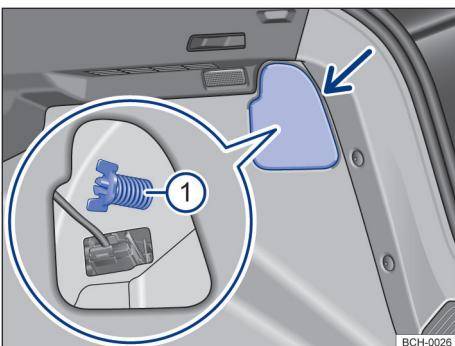
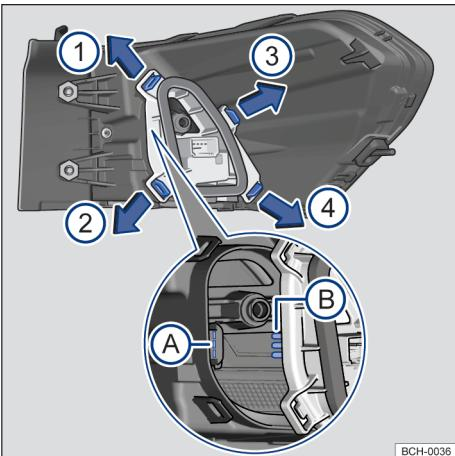

Fig. 161 No compartimento de bagagem: desinstalar cobertura e retirar o parafuso borboleta (1) (lupa).
Fig. 162 Lanterna traseira: desinstalar o suporte das lâmpadas
- ◀  (1) Observar a lista de controle e executar as ações → Página 209.
- (2) Abrir a tampa traseira → Página 74.
- (3) Para abrir a cobertura da lanterna, girar a trava → **Fig. 161** (seta).
- ④ Abrir a cobertura junto com a trava para o lado.
- ⑤ Soltar o parafuso borboleta ① (lupa) e retirá-lo, segurando, ao mesmo tempo a lanterna traseira.
- ⑥ Puxar cuidadosamente a lanterna traseira para fora, para desencaixá-la da carroceria → ①.
- ⑦ Desencaixar o conector de alimentação das lâmpadas da lanterna, para remover totalmente a lanterna.
- ⑧ Colocar a lanterna traseira sobre uma superfície limpa e lisa.
- ⑨ Para destravar o suporte das lâmpadas, pressionar cada lingueta de travamento → Fig. 162 no sentido das setas.
- ⑩ Remover o suporte das lâmpadas cuidadosamente.
- ⑪ Para remover as lâmpadas incandescentes queimadas pressionar a lâmpada contra o alojamento e girar no sentido anti-horário.
- ⑫ Substituir a lâmpada incandescente queimada por uma lâmpada incandescente nova do mesmo modelo.
- ⑬ Para inserir as novas lâmpadas no suporte das lâmpadas, introduza a nova lâmpada no respectivo alojamento. Pressionar a lâmpada e girar no sentido horário até o batente.
- ⑭ Certificar-se de que as lâmpadas estão corretamente fixadas no suporte das lâmpadas.
- ⑮ Instalar o suporte das lâmpadas na lanterna traseira, com atenção no encaixe das lâminas de contato na carcaça → Fig. 162 A e B. As linguetas de travamento devem encaixar de forma audível obedecendo a sequência → Fig. 162 ①, ②, ③ e ④.
- ⑯ Colocar o conector de alimentação na lanterna.
- ⑰ Encaixar a lanterna traseira cuidadosamente no alojamento da carroceria.
- ⑱ Segurar a lanterna traseira na posição de montagem com uma das mãos e apertar com a outra o parafuso borboleta → Fig. 161 ①.
- ⑲ Recolocar a cobertura da lanterna em sua posição e girar a trava para fechar.
- ⑳ Fechar a tampa traseira → Página 74.